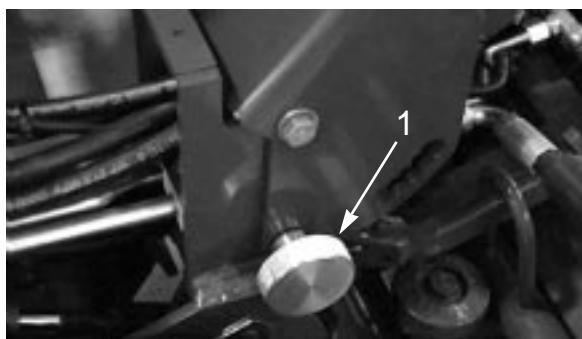

図 3
3. ハンドルアームの固定ノブ(図3)を止めているピンを抜き、ノブを取り外す。